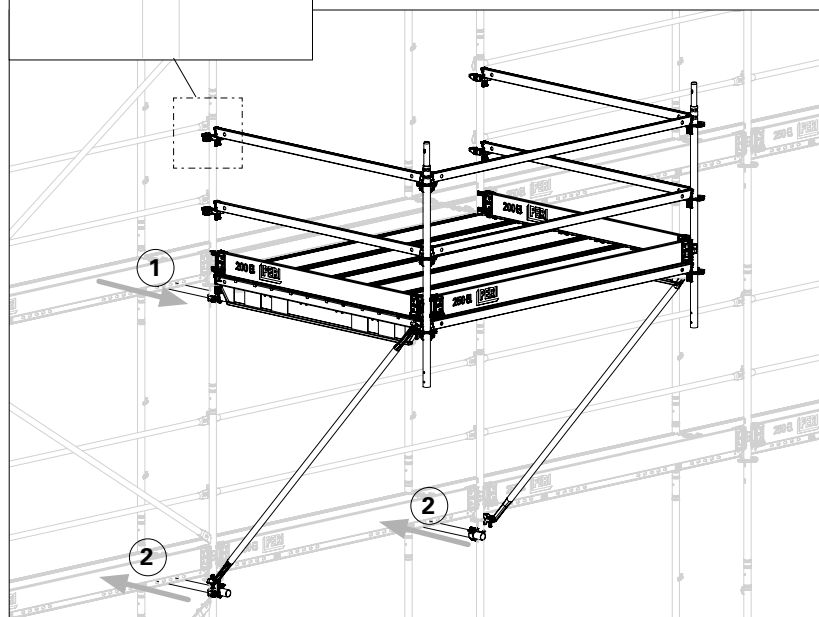

Fig. H.04
- ① = tensile force
- ② = compressive force
- (Fig. H.04)